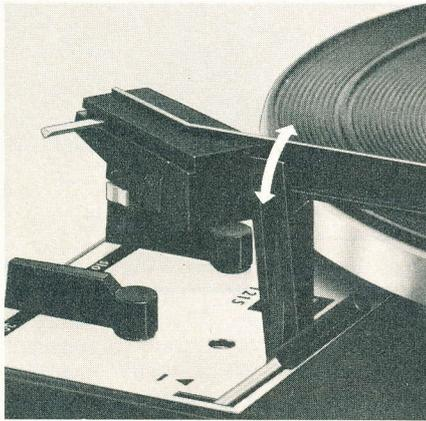

Fig. 7
Elija acto seguido la velocidad del plato ② requerida, coloque la tecla selectora ⑩ en el número que corresponde al diámetro del disco (17, 25 ó 30 cm., o bien 7, 10 ó 12") y libere el brazo fonocaptor (fig. 7).
**Observación:** Después de reproducir el disco (tocadiscos) o el último disco de la pila (cambiadiscos), el brazo vuelve automáticamente a su soporte y el aparato se desconecta. Recomendamos cerrar la sujeción del brazo cuando no se desee utilizar más el aparato (fig. 7).